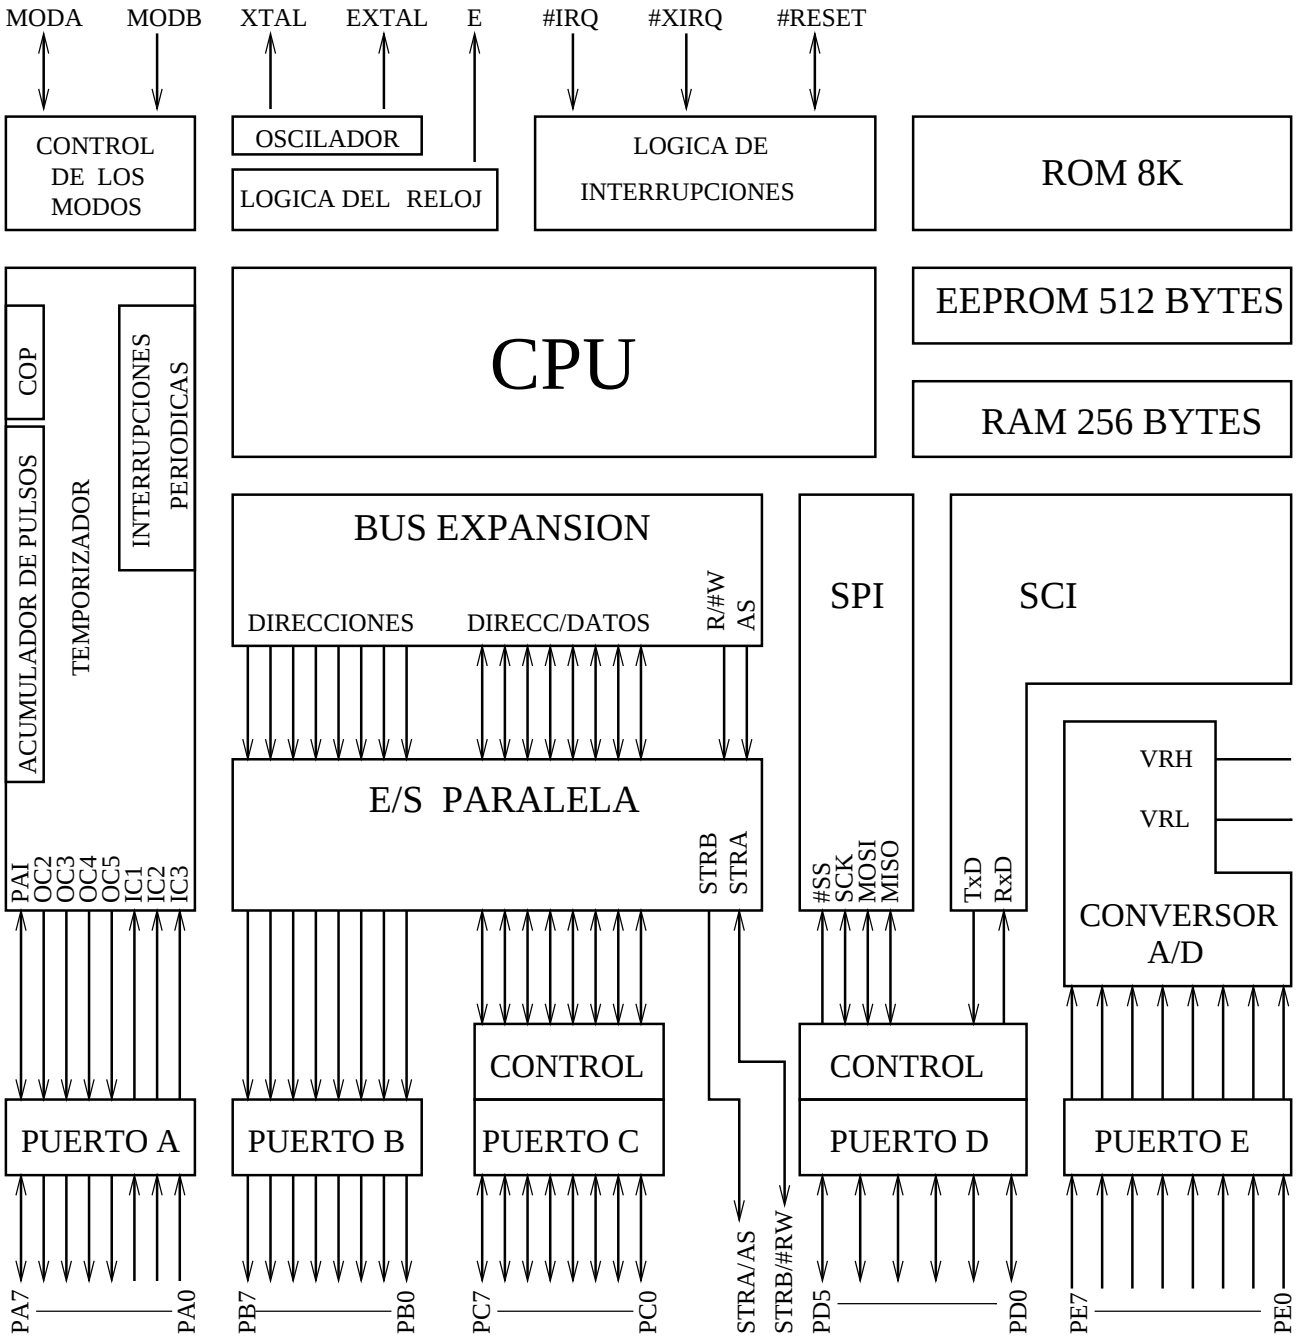

Figura B.21: Diagrama de bloques del MC68HC11A1.
4. En la figura B.21 se representa el diagrama de bloques del MC68HC11A1.